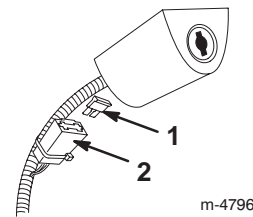

Figura 31
2. Instale el fusible nuevo de la manera ilustrada en la Figura 31.